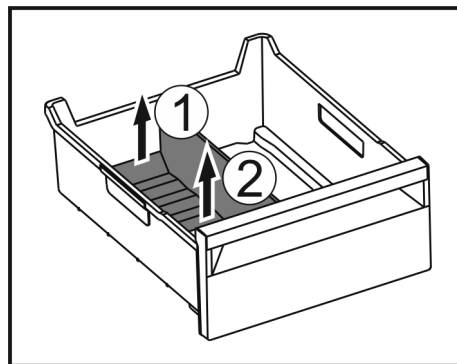

Fig. 147
- ▶ Приподнимите заднюю часть разделителя отделения для льда. Fig. 147 (1)
- ▶ Извлеките разделитель отделения для льда движением вверх. Fig. 147 (2)